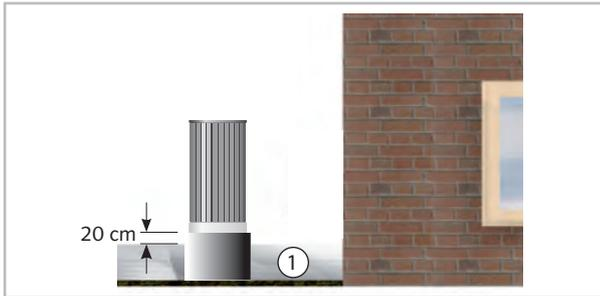

Abb. 23: Schutz vor Schnee
- Wird das Außenmodul in einer Gegend mit starkem Wind aufgestellt, muss das Gerät vor dem Wind geschützt werden und es wird ein zusätzliches Stabilisieren empfohlen. Das kann z.B. mit Drahtseilen oder anderen Konstruktionen realisiert werden. Bei der Montage sind Schneegrenzen zu beachten (Abb. 23).
- Beachten Sie bei der Aufstellung die zu erwartende Schneehöhe und eine Erhöhung um ca. 20 cm, damit ganzjährig ein freies Ansaugen und Ausblasen der Außenluft gewährleistet werden kann (Abb. 23).